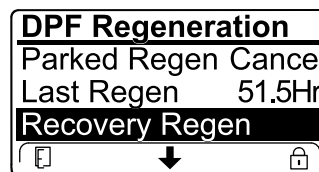

Figura 51
- Si la computadora del motor no ha sido solicitado una regeneración de recuperación y usted se desplaza a la opción RECUPERACIÓN DE RECUPERACIÓN, la regeneración de recuperación se bloquea y el icono de bloqueo (Figura 51)